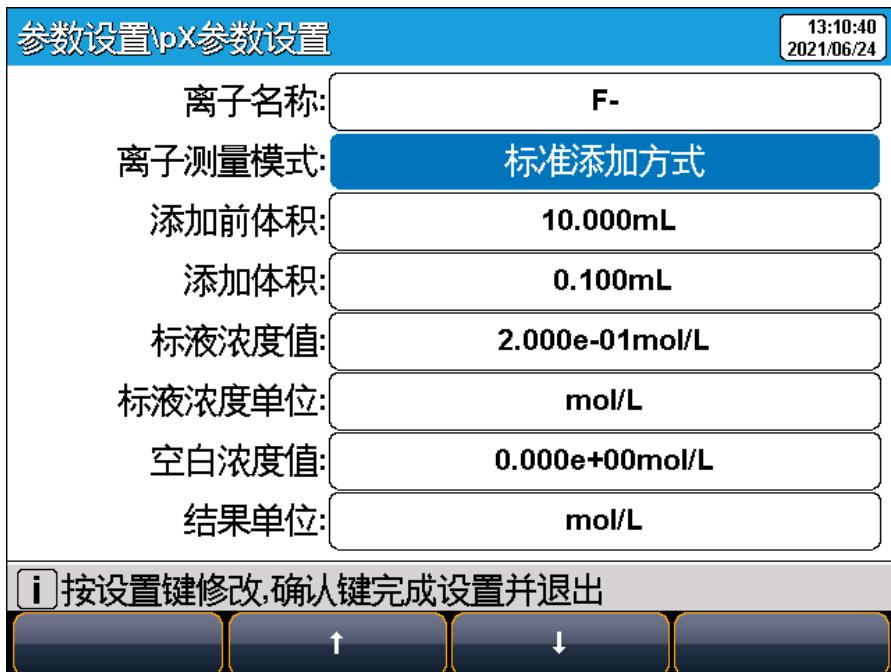

图 5-9 标准添加方式离子测量模式示意图
- 2) 从 pX 参数设置-离子测量模式，可以进入标准添加测量模式，显示如图 5-9，包括添加体积、添加前的体积、标液浓度值、标液浓度单位以及空白值。其中添加体积指即将添加的标准液体积量，添加前体积即为试样的体积量，标液浓度指添加的标准液浓度值。